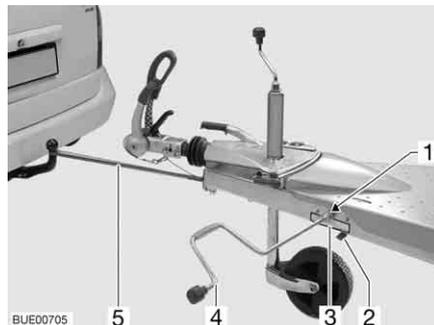

Fig. 4 Dispositivo auxiliar para acoplar Easy-Pull
- Poner la palanca de bloqueo (Fig. 4,2) en la posición de abierto.
- Extraer la cinta de lona con gancho (Fig. 4,5) hacia adelante, colocarla alrededor del enganche de bola del acoplamiento de remolque del vehículo tractor y bloquearla.
- Poner la palanca de bloqueo (Fig. 4,2) en la posición de cerrado.
- Introducir la manivela para los apoyos a manivela de la caravana (Fig. 4,4) en el hexágono (Fig. 4,1) del dispositivo de manivela y girarla. Al hacerlo, observar la dirección de giro indicada en la etiqueta adhesiva (Fig. 4,3).